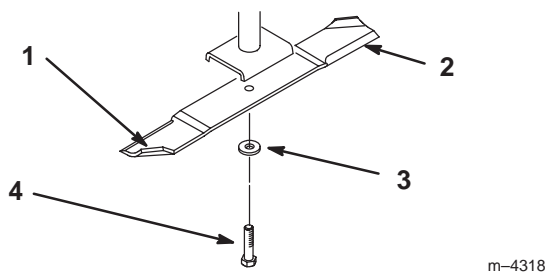
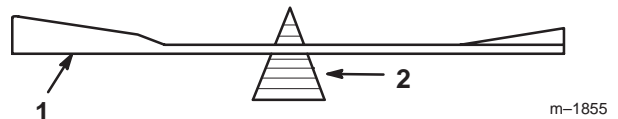

Figure 26
Figure 28
Tenez la lame à son extrémité avec un chiffon ou un gant épais. Retirez le boulon, la rondelle élastique et la lame de l'axe de la lame (Fig. 26).
2. Vérifiez l'équilibre de la lame en la plaçant sur un équilibreur (Fig. 28). Si la lame reste horizontale, elle est équilibrée et peut être utilisée. Si la lame est déséquilibrée, limez un peu l'extrémité de la partie incurvée seulement (Fig. 26). Répétez la procédure jusqu'à ce que la lame soit équilibrée.
1. Placez la lame sur l'axe (Fig. 26).
2. Installez la rondelle plate, la rondelle-frein et le boulon de fixation de la lame (Fig. 26). Serrez le boulon de lame à 115–150 Nm (85–110 pieds-livre).